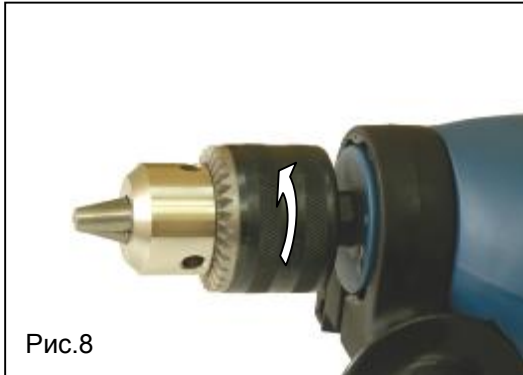

Рис.8
2. Возьмитесь рукой за заднюю часть патрона и вращайте его в направлении против часовой стрелки. Вращайте до тех пор, пока патрон не откроется, чтобы в него можно было вставить требуемую для работы насадку или сверло (рис.8).